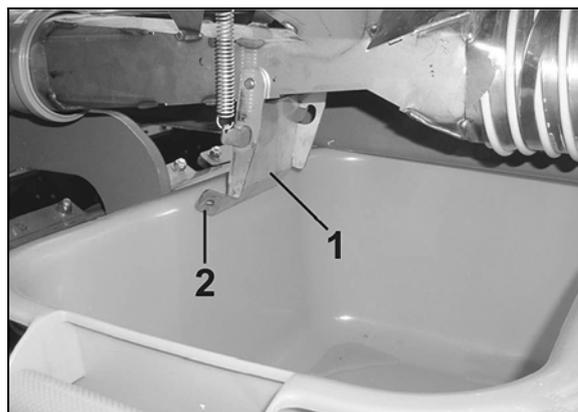

Fig. 92
8. Ouvrez la trappe d'injecteur (Fig. 92/1).
Risque d'écrasement lors de l'ouverture et de la fermeture de la trappe d'injecteur (Fig. 92/1).
Saisissez la trappe d'injecteur uniquement par l'attache (Fig. 92/2), sinon vous risquez de vous blesser lors de la fermeture de la trappe sous l'effet de son ressort (Fig. 92/1).
Ne mettez jamais la main entre la trappe (Fig. 92/1) et l'injecteur.
10. Fermez la trappe d'injecteur (Fig. 92/1) avec la plus grande prudence (risque d'écrasement !).
12. Ouvrez la trappe d'injecteur (Fig. 92/1).